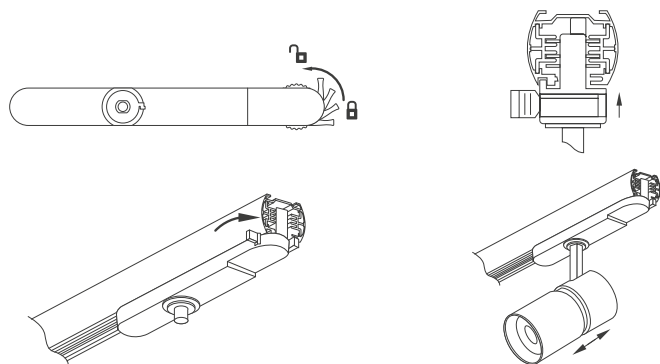

Рис. 2. Установка светильника в трек и регулировка угла излучения
- 3.9. Отрегулируйте необходимый угол излучения, переместив нижнюю часть светового модуля вниз/вверх, как показано на рис. 2.